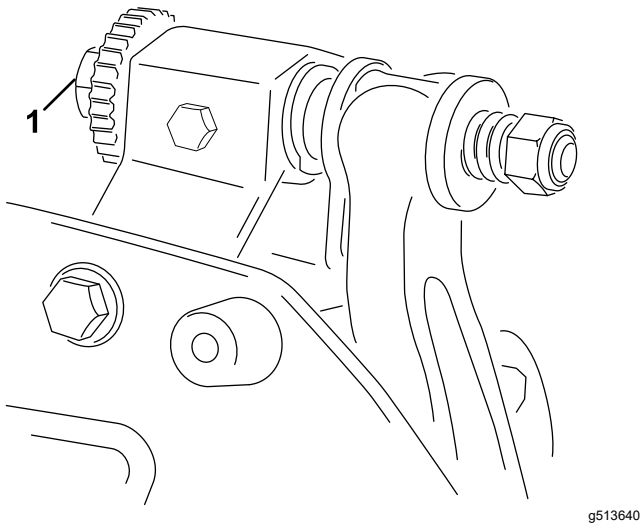

Figura 10
- A. Gire los tornillos de ajuste de la barra de asiento en sentido horario (**Figura 10**), un clic a la vez, hasta que note y oiga un contacto ligero.
6. Gire el perno de ajuste derecho de la barra de asiento (Figura 10) hasta que note una ligera presión en el suplemento al moverlo de un lado a otro. Retire el suplemento.